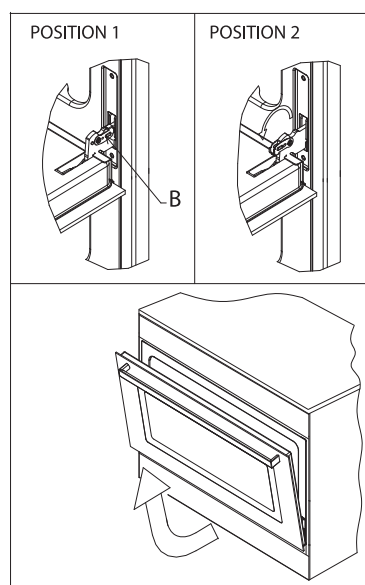

Рисунок 20
- **Система крепления решеток:** духовой шкаф оснащен системой крепления решеток, это позволяет выдвигать их, не извлекая из духового шкафа полностью; но если решетки необходимо вынуть, достаточно приподнять и потянуть их вперед, как показано на рис. 20.
- Поверните два рычага «В», переведя их из положения 1 в положение 2 (рис. 20).